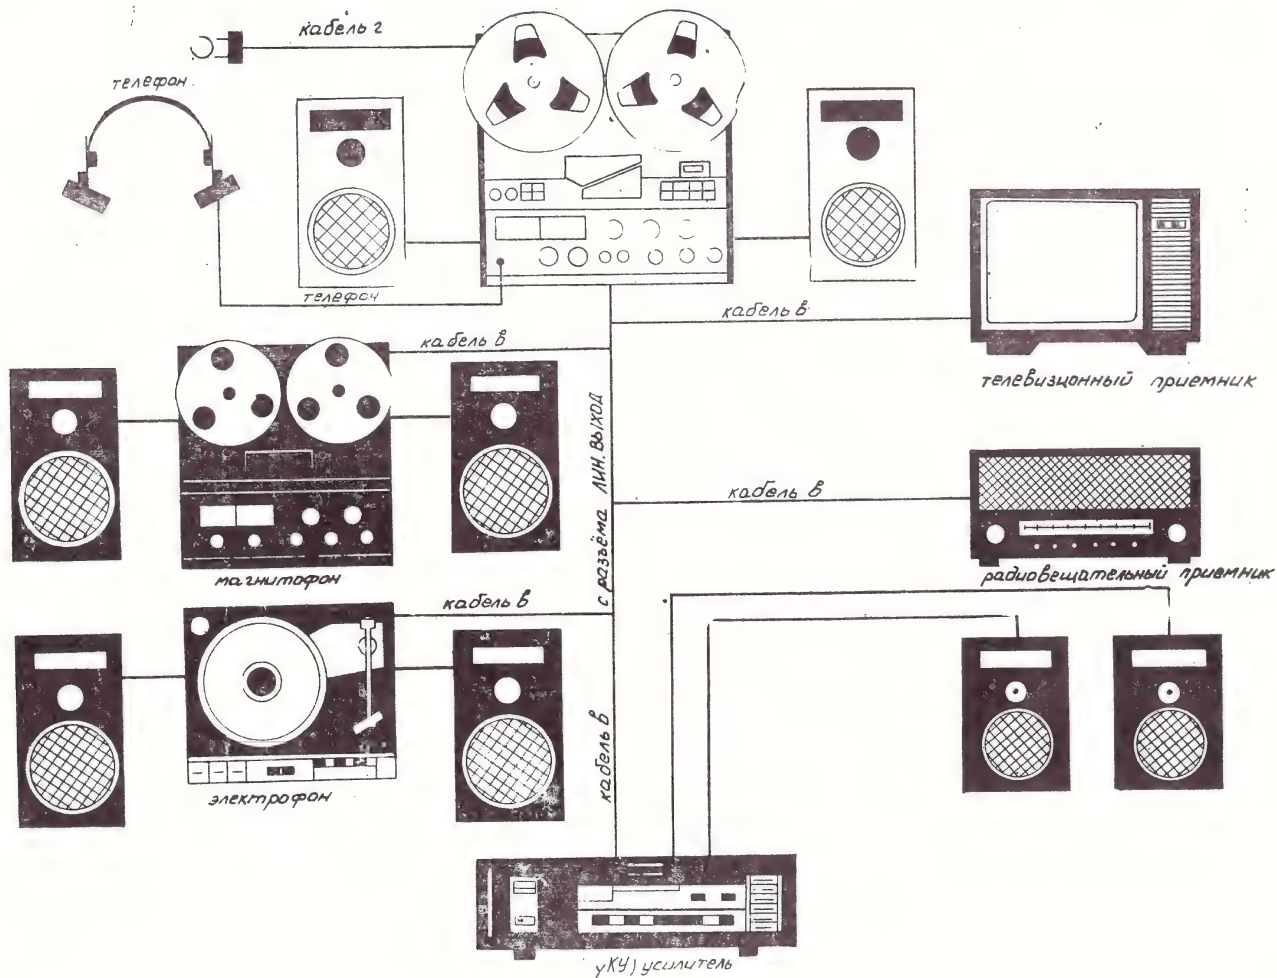

Рис. 6
6.4.1. Ознакомьтесь со схемой внешних соединений, приведенной на рис. 6.